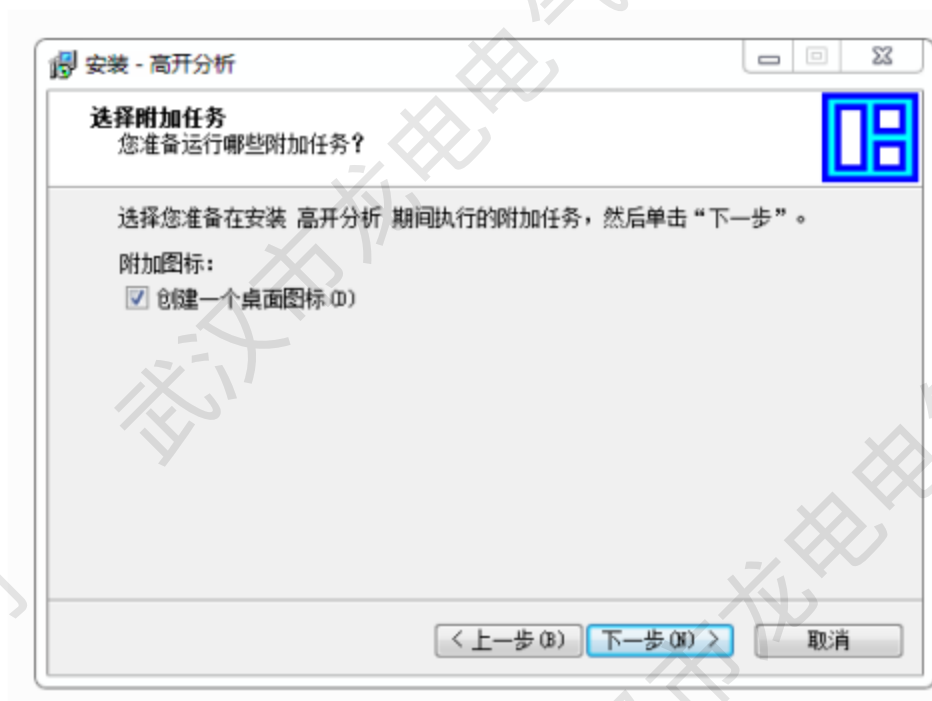

图 1-4
5、在弹出的选择附加任务中，需点击“ 创建一个桌面图标”，继续点击“下一步”如图 1-4；